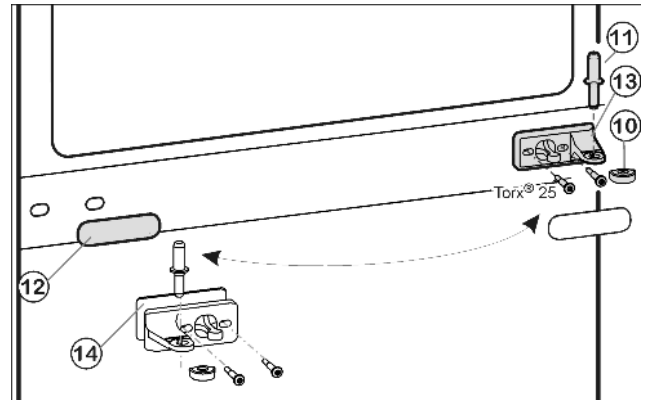

Fig. 9
- ▶ Вытащите из опорного кронштейна и нижней дверцы средний опорный палец Fig. 9 (11).
- ▶ Снимите пластмассовый колпачок Fig. 9 (10).
- ▶ Открутите средний опорный кронштейн Fig. 9 (13) (2 шт. Torx® 25).
- ▶ Осторожно снимите накладку Fig. 9 (12).
- ▶ Прикрутите средний опорный кронштейн Fig. 9 (13) с подкладкой Fig. 9 (14) с поворотом на 180° на новую сторону шарнира (**с моментом 4 Нм**).
- ▶ Защелкните накладку Fig. 9 (12), повернув на 180°, на стороне, где теперь будет ручка.
- ▶ Снова наденьте пластмассовый колпачок Fig. 9 (10) на средний опорный кронштейн Fig. 9 (13).
- ▶ Вставьте средний опорный палец Fig. 9 (11) на новой стороне шарнира через средний опорный кронштейн Fig. 9 (13) в нижнюю дверцу.